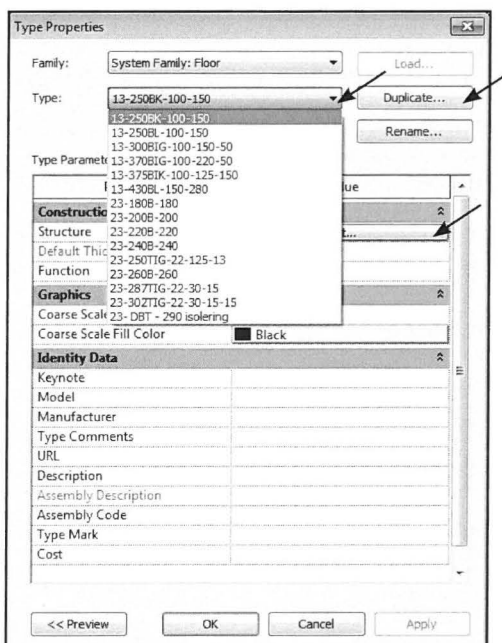

Fig. 07.06. Vælg mellem typer af terrændæk.
- Klik på dropdown menuen ud for *Type*, for at se hvilke opbygninger der findes (Fig. 07.06).
- Klik på *Duplicate* (Fig. 07.06).
- Klik på *Edit* ud foran *Structure* (Fig. 07.06).